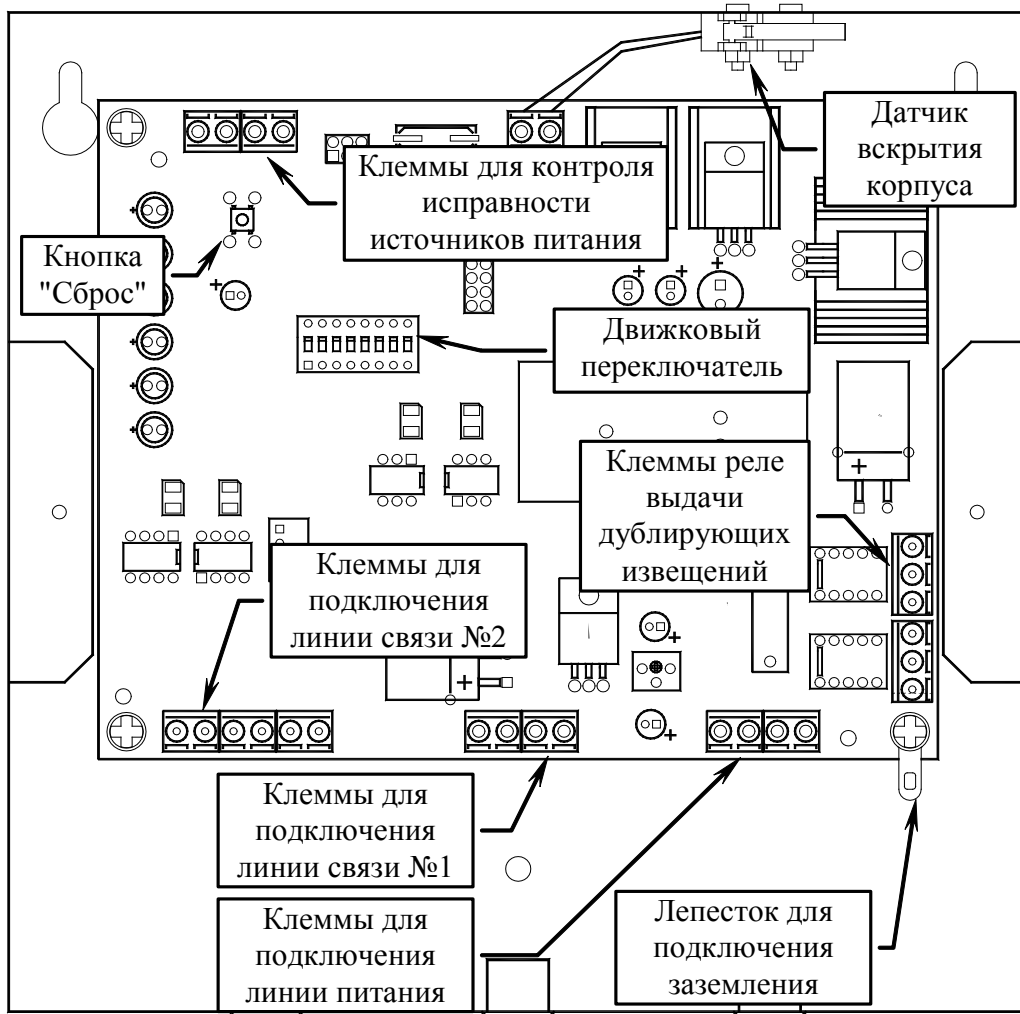

Рис. 2. Расположение блоков в ЦП
На рис.2 показано расположение блоков в ЦП. По центру у задней стенки корпуса расположена плата блока контроля и управления, на которой расположены световые индикаторы, клеммы для подключения источника питания, линий связи, клеммы выходных контактов реле дублирующих извещений.
- нажать кнопку "Сброс", расположенную в ЦП (рис. 2). После прохождения сигнала "Сброс" ЦП перейдет в режим автоматического определения адресов и типов устройств. При этом светодиоды, расположенные в ЦП перейдут в мигающий режим свечения;